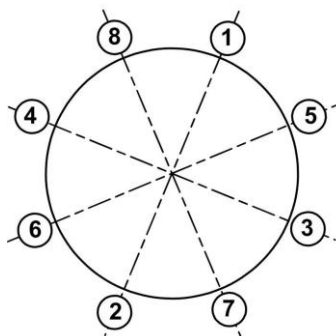

Рис.5 - Очередность затяжки гаек на фланцах
3.5.5 Затяжка гаек при установке ИУ или имитатора в трубопровод должна производиться в очередности, обозначенной на рис.5, динамометрическим ключом с крутящим моментом не более, указанного в табл.8. **В случае превышения усилия затяжки возможно повреждение ИУ.**